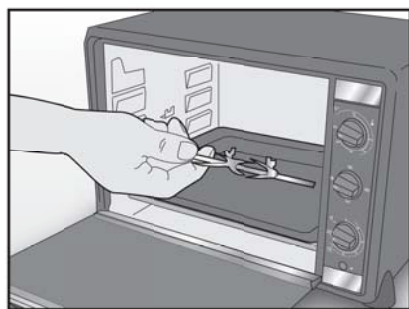

Fig. 3
- Fare scivolare uno dei forchettoni sullo spiedo (E) (le due punte verso l'interno) e avvitarlo per bloccarlo. Legare con lo spago l'arrosto (carne, pollo, ecc.) e infilarlo facendo attenzione a centrare bene la carne, poi fare scivolare il secondo forchettoni con la punta sempre verso l'interno. Svitare se necessario il primo forchettoni per centrare l'arrosto sullo spiedo e bloccare i due forchettoni.
- Togliere la griglia (C) del forno e posare la leccarda (D) su un livello (F) inferiore al posizionamento dello spiedo (E).
- Introdurre l'estremità appuntita dello spiedo (E) nella cavità situata nella parete destra fissandola all'asse motore. Appoggiare l'estremità opposta sul supporto dello spiedo posizionato sulla parete sinistra (Fig. 3).
- Inserire la spina nella presa di corrente e, tramite la manopola selezione funzioni (H), selezionare l'apposito tipo di cottura: